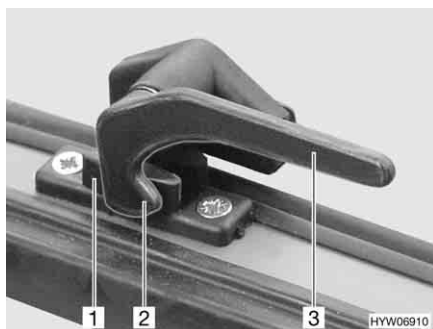

Fig. 27 Leva di serraggio in posizione "Chiuso"
- Ruotare la leva di serraggio (Fig. 27,3) di un quarto di giro verso il centro della finestra.
- Ruotare la leva di serraggio (Fig. 27,3) di un quarto di giro verso il telaio della finestra. Il nasello di chiusura (Fig. 27,2) si trova sul lato interno della chiusura della finestra (Fig. 27,1).
- In posizione "Completamente chiusa" (Fig. 27).